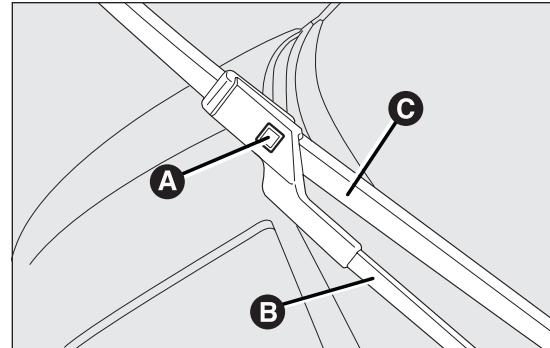

Abb. 139
- Den Wischerarm A Abb. 139 von der Scheibe abheben und das Wischerblatt so stellen, dass es mit dem Arm einen Winkel von 90° bildet;
- Drücken Sie die Taste A und ziehen Sie das Scheibenwischerblatt C Abb. 139 aus dem Arm B Abb. 139;